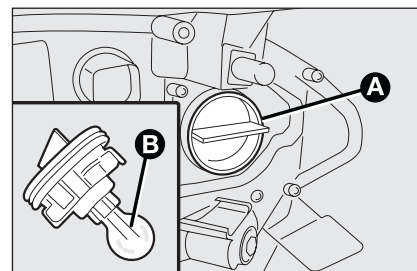

fig. 23
- ☐ estrarre la lampada **B-fig. 23** e sostituirla;